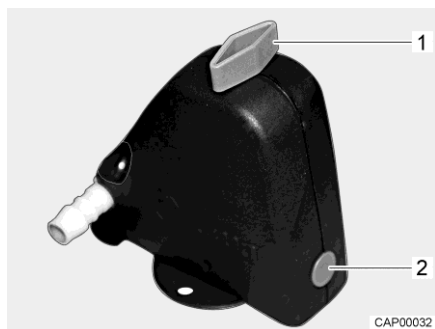
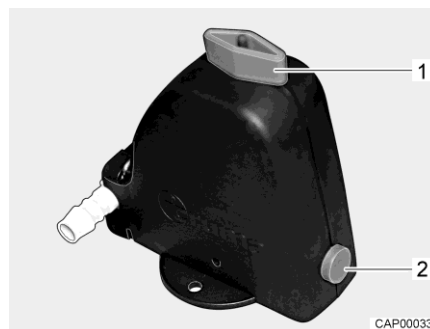

Fig. 90 Valvola di sicurezza/di scarico chiusa
Fig. 91 Valvola di sicurezza/di scarico aperta
- Aprire la valvola di sicurezza/di scarico (Fig. 90). A tal fine ruotare la manopola (Fig. 90,1) nel senso della lunghezza della valvola di sicurezza/di scarico. Il bottone automatico (Fig. 90,2) scatta all'infuori. La valvola di sicurezza/di scarico aperta è rappresentata in Fig. 91.